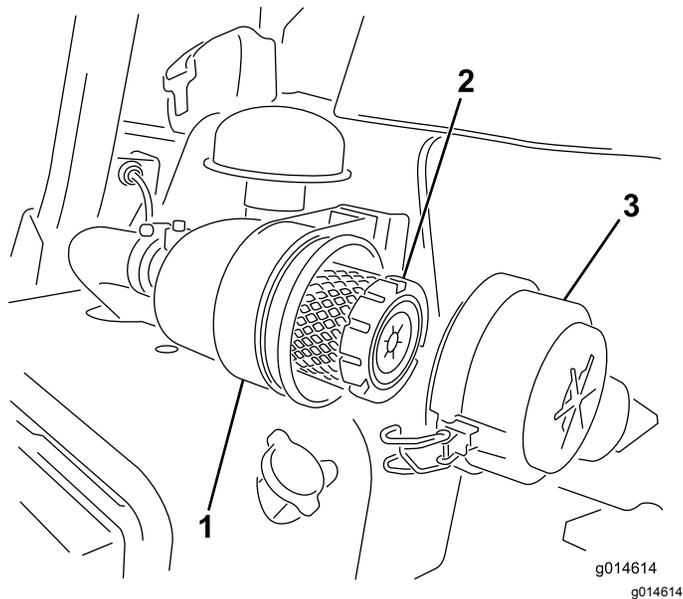

図 38
1. エアクリーナのカバーをボディーに固定しているラッチを外す 図 38。
7. ラッチをしっかりと掛ける 図 38。